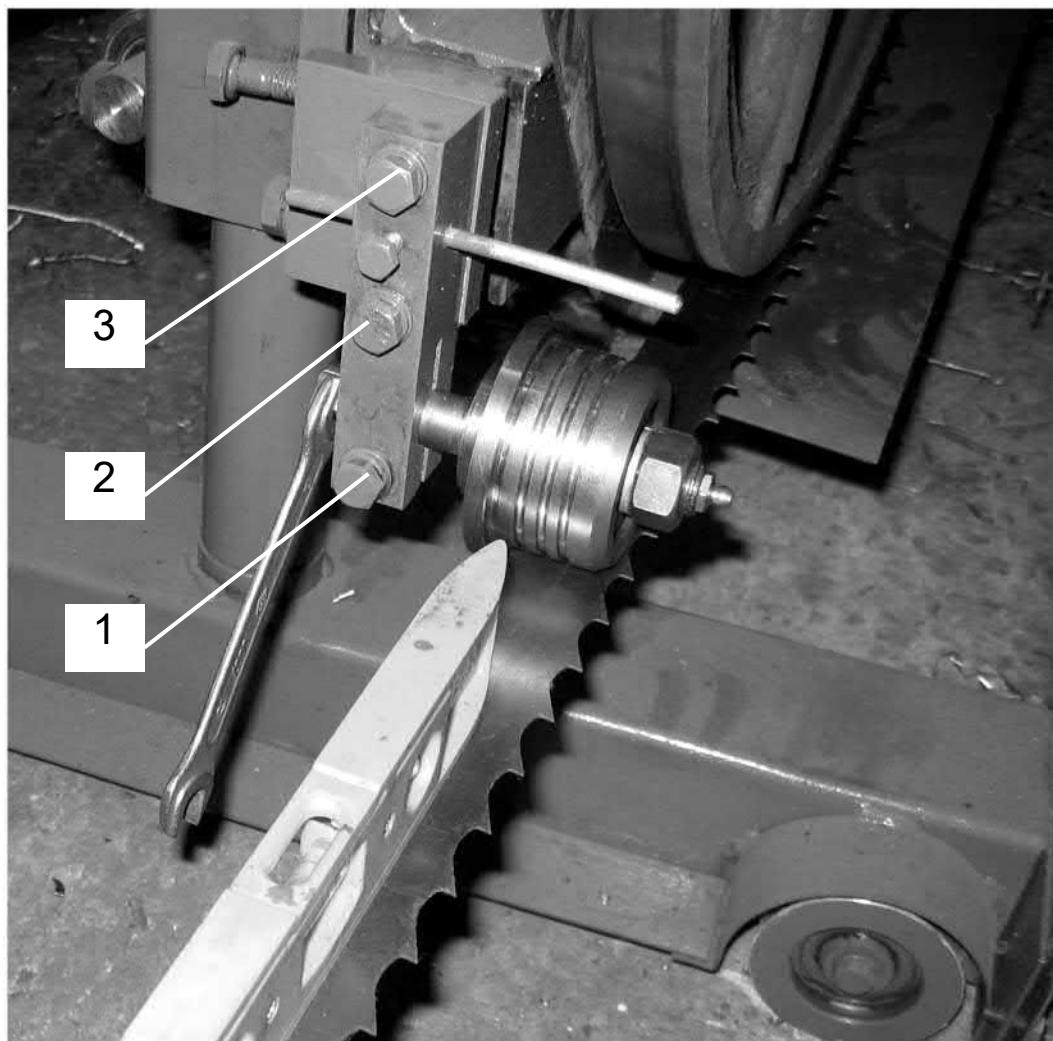

Рис.13. Регулировка подвижного ролика
- установите уровень на пилу перпендикулярно над средним зубом (как на рис. 13.)